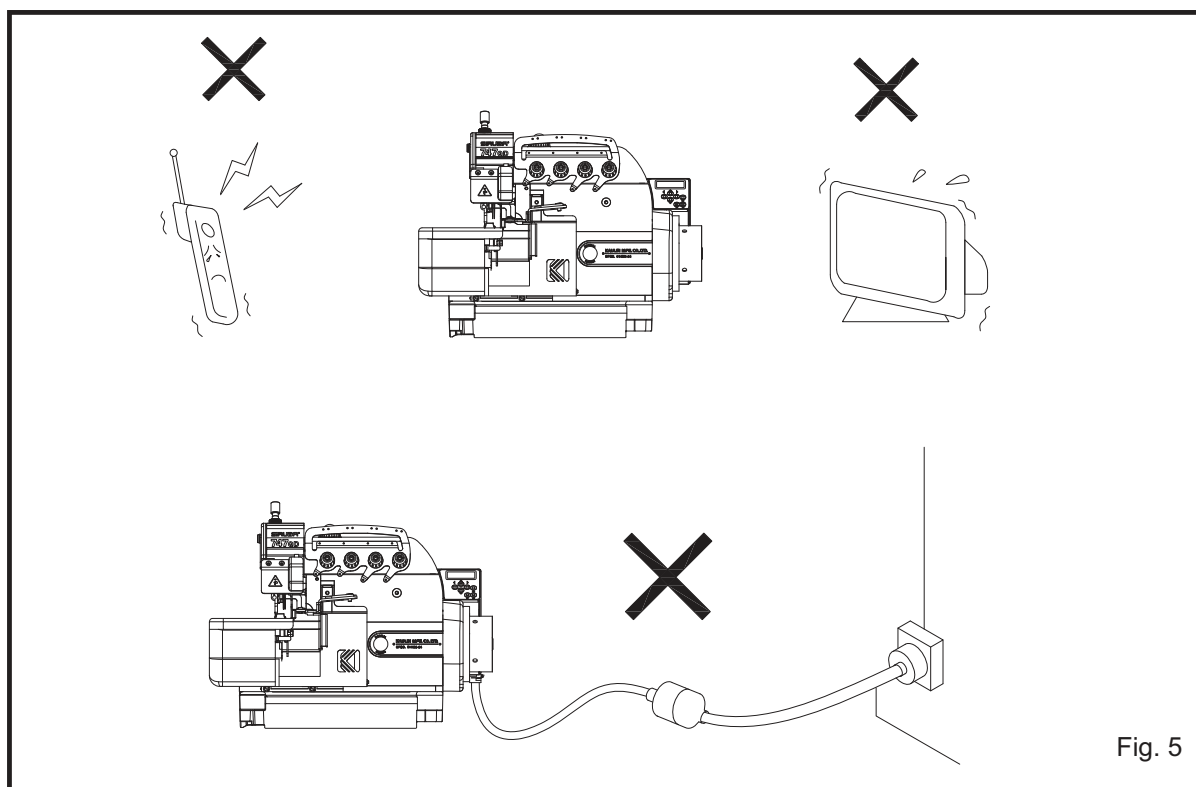

Fig. 5
1. Não instale a máquina de costura próxima a equipamentos tais como televisão, rádio ou telefones sem fio. Caso o contrário, estes equipamentos sofrerão interferência elétrica. (Fig. 5)